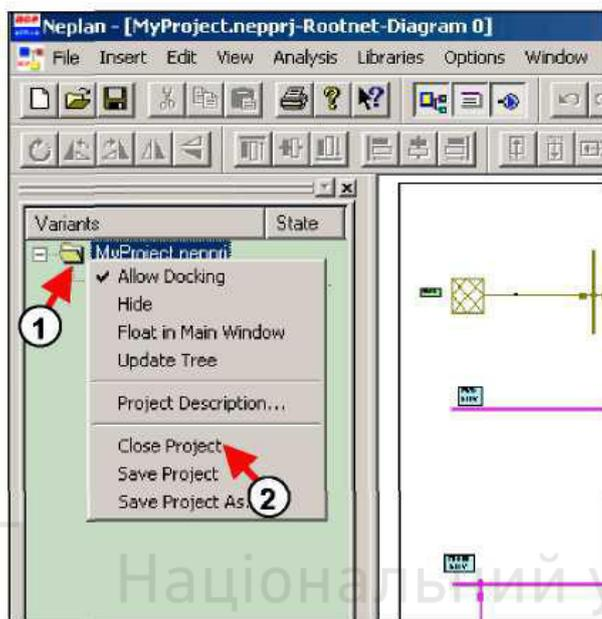

Рисунок 4.10 – Порядок закриття проекту
**Закриття та відкриття проектів.** Проекти можуть бути відкриті та закриті без завершення роботи програми. Декілька проектів можуть бути відкриті одночасно. Вони будуть відображатися в менеджері варіантів (*variant manager*). Спершу необхідно натиснути правою клавшею миші по символу проекту в менеджері варіантів (цифра 1, рис. 4.10). Після цього з'явиться меню. Далі потрібно вибрати пункт меню «*Close Project*» для закриття відповідного
проекту (цифра 2, рис. 4.10). Операцію закриття проекту можна також виконати за допомогою панелі меню *File: File/Close*.